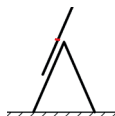

Bild 1 – Kombinationsstege i fristående läge med förlängningsstege högst upp
- För aldrig ut den översta stegen på en stege i tre sektioner i A-läget så att den röda pinnen (eller den 4:e stegpinnen uppfifrån) är längre ut än gångjärnspunkten (bild 1).
- Klättra aldrig upp högre än till gångjärnspunkten på en stege i tre sektioner i A-läget (bild 1).